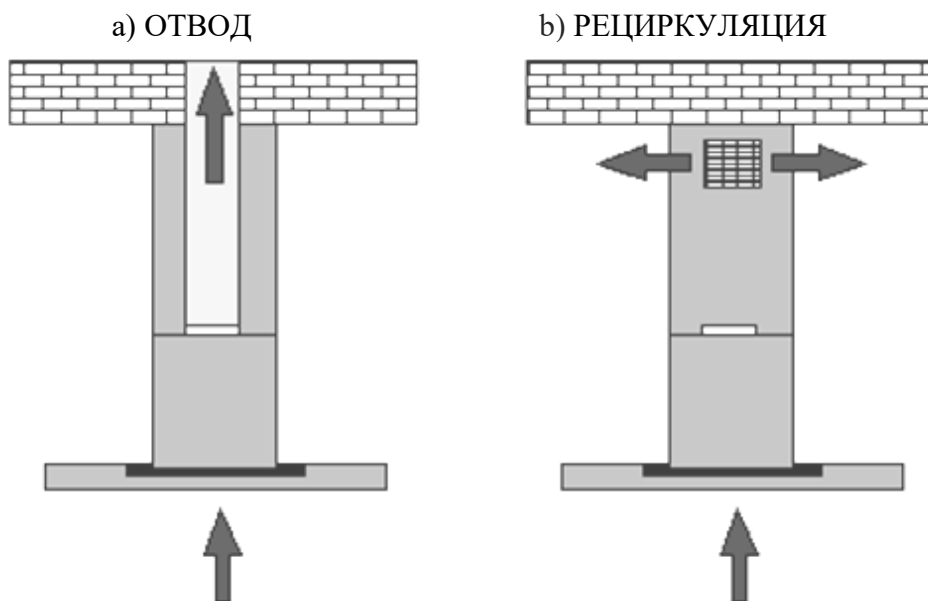

Рис. 8
1) Отвода (рис. 8а) – воздух удаляется из помещения через соединение вытяжки с вентиляционным каналом жестким пластиковым воздуховодом или гофрированным шлангом диаметром 150 мм. И, таким образом, все кухонные испарения, запахи, гарь и копоть, проходя через многоразовые алюминиевые жироулавливающие фильтры, выводятся за пределы помещения. При данном режиме работы нет необходимости устанавливать угольные фильтры. Режим отвода является наиболее эффективным, поскольку вытяжка удаляет все кухонные испарения за пределы кухни в вентиляционную шахту.
2) Рециркуляции (рис. 8б) – внутренняя циркуляция воздуха через угольные фильтры (рис. 9). Вытяжка в данном случае не подключается к вентиляционной шахте и, таким образом, воздух просто прогоняется через вытяжку внутри кухни.